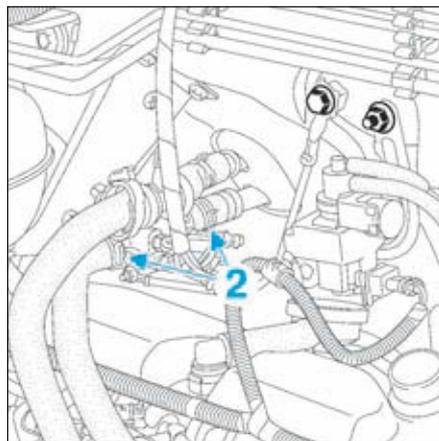

FIG.2
- A l'aide d'une pince adaptée, débrancher les durites (2) du boîtier thermoplongeurs (Fig.2).